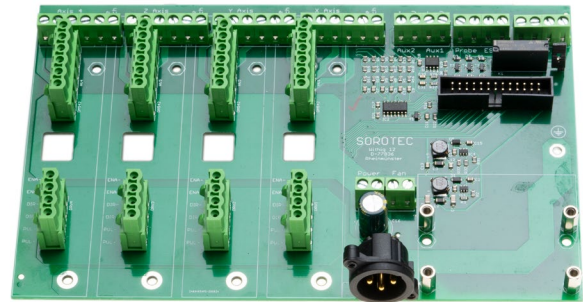

Bild 8: Hauptplatine, unten rechts der vorbereitete Platz für das Adaptermodul.
- Montieren Sie mit Zylinderkopfschrauben **15** die vier Distanzhülsen **12** für das Adaptermodul. Siehe Bild 8.